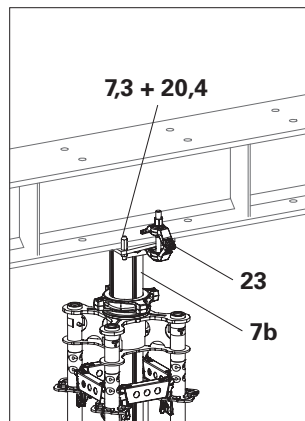

Fig. A6.23a
4. Fissare la trave di orditura alla piastra di testa articolata con morse per trave (**23**). (Fig. A6.23a - A6.23c)
7. Fissare la trave di orditura alla piastra di testa articolata con morse per trave (**23**). (Fig. A6.23a - A6.23c)